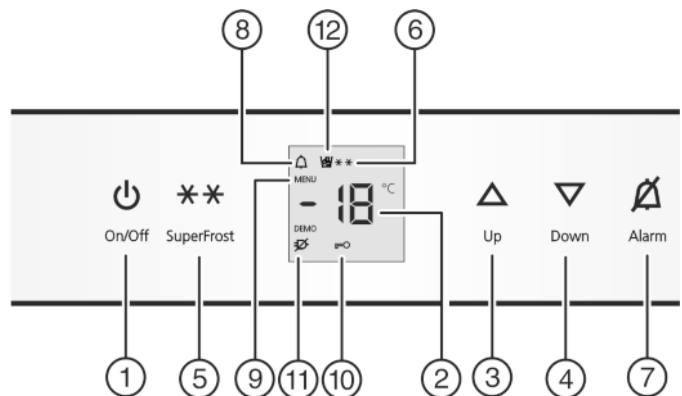

Fig. 2
- ▶ Toets On/Off *Fig. 2 (1)* indrukken.
- ▶ Instelmodus activeren: toets SuperFrost *Fig. 2 (5)* ca. 5 s indrukken.
- ▷ Het symbool Menu *Fig. 2 (9)* is verlicht.
- ▶ Druk kort op de toets SuperFrost *Fig. 2 (5)* om te bevestigen.
- ▶ om de kinderbeveiliging in te schakelen, drukt u kort op de toets SuperFrost *Fig. 2 (5)*.
- ▷ Het symbool kinderbeveiliging *Fig. 2 (10)* brandt. Op de display knippert **c**.
- ▶ om de kinderbeveiliging uit te schakelen, drukt u kort op de toets SuperFrost *Fig. 2 (5)*.
- ▷ Het symbool Kinderbeveiliging *Fig. 2 (10)* dooft. Op de display knippert **c**.
- ▶ Instelmodus deactiveren: toets On/Off *Fig. 2 (1)* indrukken.
- ▶ Toets Alarm *Fig. 2 (7)* indrukken.
Tegelijkertijd knipperen de temperatuurdisplay en het symbool Alarm *Fig. 2 (8)*.
Het akoestisch alarm stopt automatisch, het symbool Alarm *Fig. 2 (8)* gaat uit en de temperatuurdisplay houdt op met knipperen, wanneer de temperatuur weer laag genoeg is.
- ▶ Temperatuur hoger instellen: insteltoets Up Fig. 2 (3) indrukken.
- ▶ Temperatuur lager instellen: insteltoets Down Fig. 2 (4) indrukken.